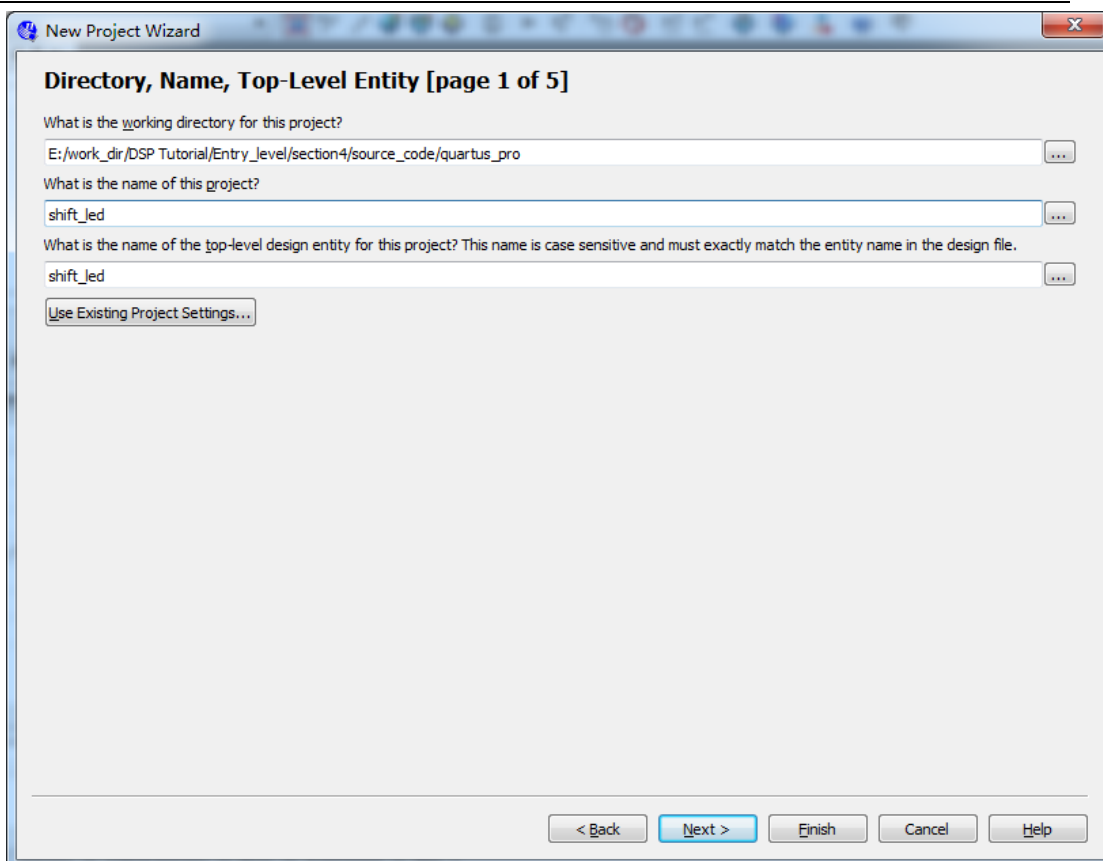

图 3 工程设置
- 建立工程如图 3, 工程名和顶层入口名都是 shift_led